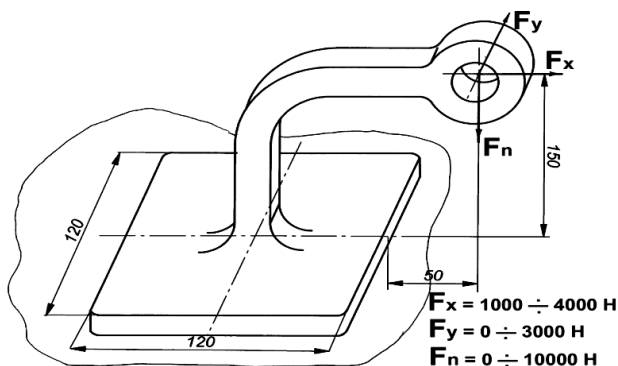

Рис. 28
**Задача.** Выполнить проектировочный расчет группового болтового соединения, предназначенного для крепления кронштейна к плоскости (рис. 28).
Действующие на соединение силовые факторы изображены на рис. 28. Болты изготовлены из стали 40; коэффициент запаса по текучести деталей крепления (болтов) – 3.